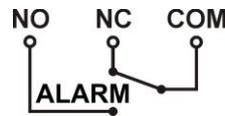

Abb. 5: Schaltung des Alarmausgangs
**HINWEIS!** Abb. 5 zeigt einen potentialfreien Zustand des Relais, was der Schaltung im Falle eines Gerätefehlers entspricht.